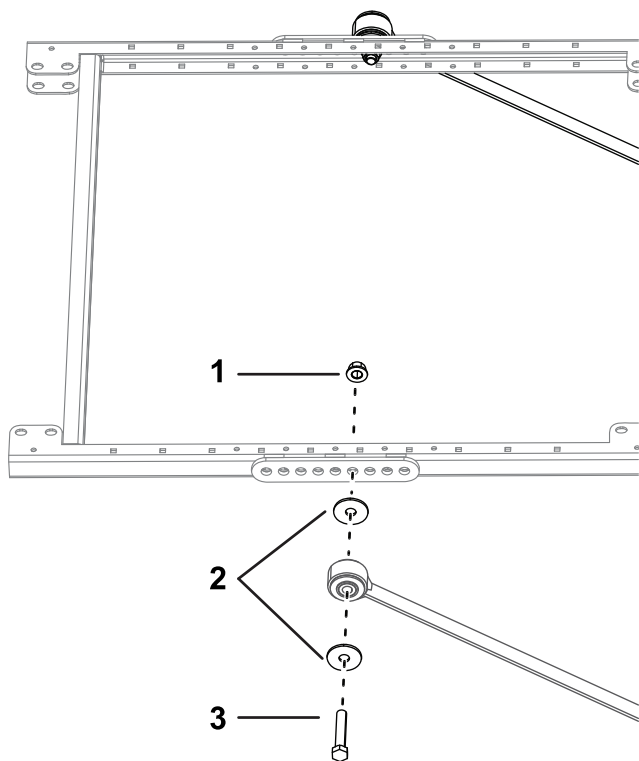

図 12
12. サンシェードのフレームの左右それぞれの側で、ブレース取り付け部の 4 番目の穴に延長リンクを仮止めするボルト  $\frac{1}{2}$  x  $2\frac{3}{4}$ " 2 本、大きいワッシャ 2 枚、フランジナット  $\frac{1}{2}$ " 2 個を使用して 図 12 のように取り付ける。